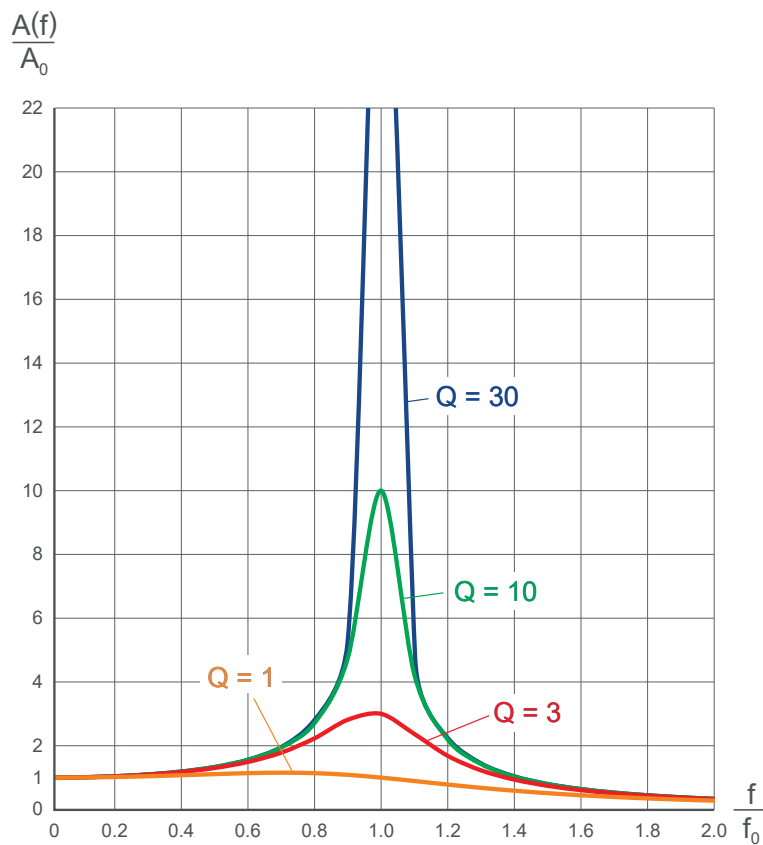

Fig.4-2 Graphique de la réponse en fréquence
La fréquence propre d'oscillations en torsion (f_0) détermine la réponse du système de mesure de couple. Elle permet de dire si des variations rapides peuvent influencer sur la chaîne de mesure ou si le couple est amplifié ou atténué par la dynamique de la ligne d'arbres. La courbe de transfert (voir Fig.4-2) est illustrée pour différentes valeurs de facteurs de qualité (Q). Ce dernier dépend du facteur d'amortissement du système torsionnel. Le graphe représente le facteur par lequel le couple est amplifié en fonction de la fréquence des oscillations en torsion.